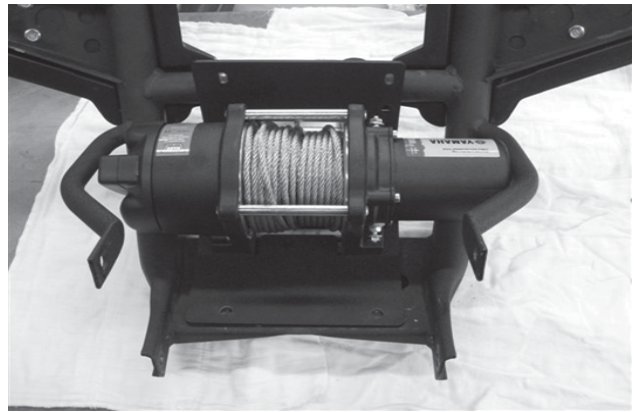

Figure 9
- Placer la plaque de montage et le treuil sur la barre d'appui avant. (Figure 9)